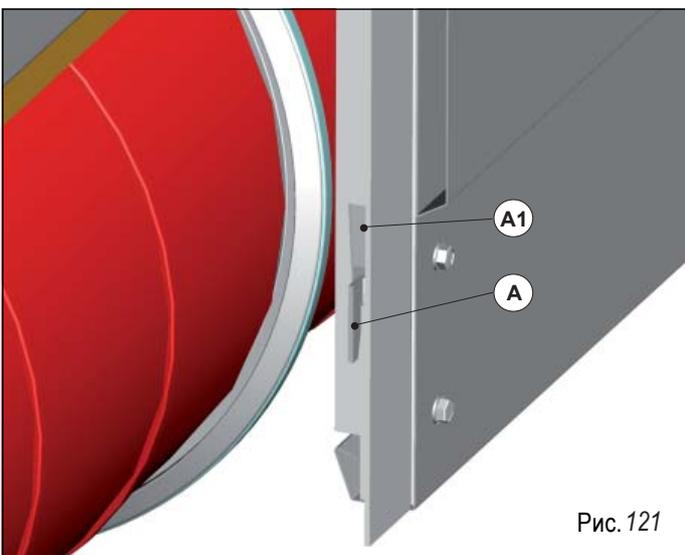

Рис. 121
На рис. 121 показан фрагмент соединения **выступа и щели** между двумя участками теплоизлучающей ленты. Для лучшего показа убран боковой фартук первого участка ленты. На рис. 122 показано соединение двух участков теплоизлучающей ленты с помощью винта (D) и гайки (E) между двумя каркасами. Для лучшего показа убрана верхняя теплоизоляция двух участков теплоизлучающей ленты.